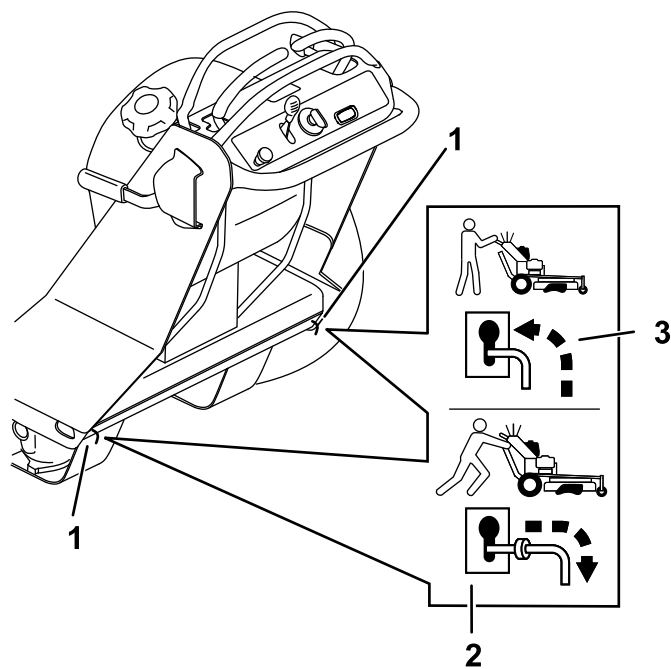

図 67
4. 両方のバイパスレバーをキー穴に沿って手前に引き、更に下に動かしてロックする 図 67。
7. エンジンを停止し、バイパスレバーを前下方方向に動かしてロックする 図 67。